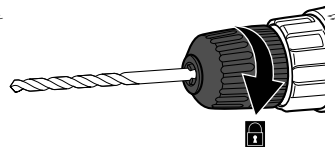

Fig. 3
- Halten Sie das schlüssellose Spannfutter (3) in Position und drehen Sie die Spannfutterhülse (2) im Uhrzeigersinn, bis der Bohrer ordnungsgemäß in den Spannbacken (1) befestigt ist (Abb. 3).